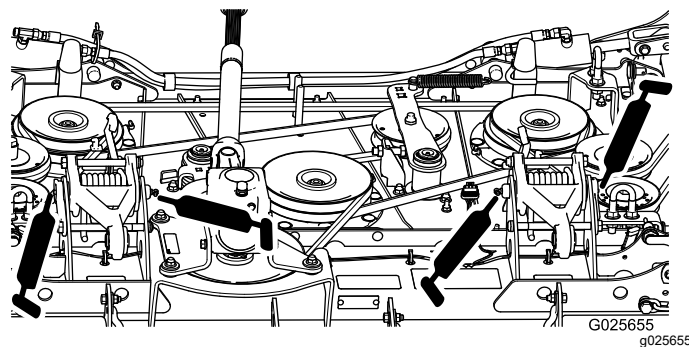

Figura 16
- Ligações das plataformas (5) (Figura 16)